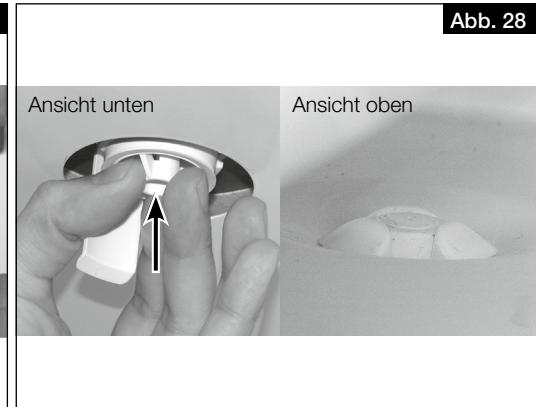

Abb. 28
2. Befestigungsstück von unten in die Öffnung der Bodenwanne stecken, bis die Krallen an der Blechkante der Bodenplatte einrasten (s. Abb. 28).